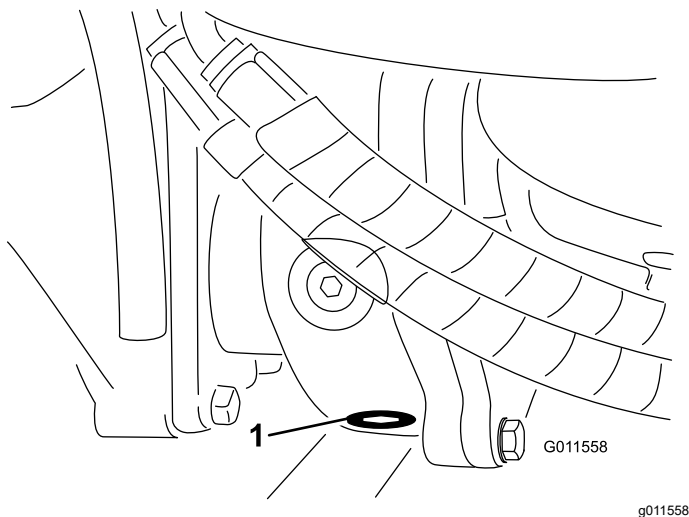

Figura 71
5. Limpie la zona alrededor del tapón de vaciado en la parte inferior de la caja de engranajes (Figura 71).